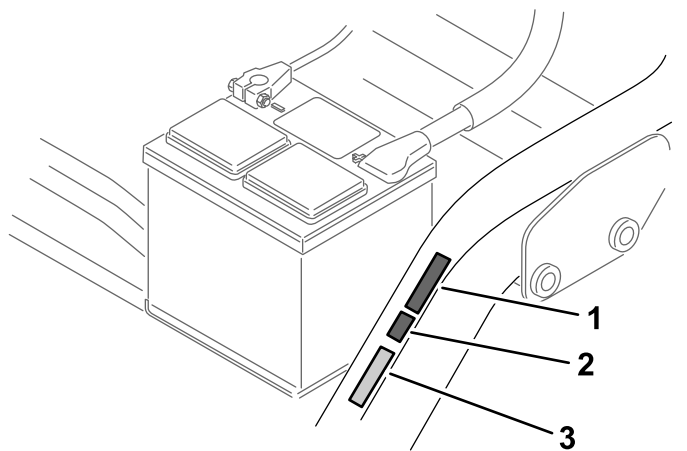

Figura 14
- Aplicai autocolantul cu marcaj CE lângă plăcuța cu numărul de serie (Figura 14).
- Aplicai autocolantul CE cu anul de fabricaie lângă eticheta cu marcaj CE (Figura 14).